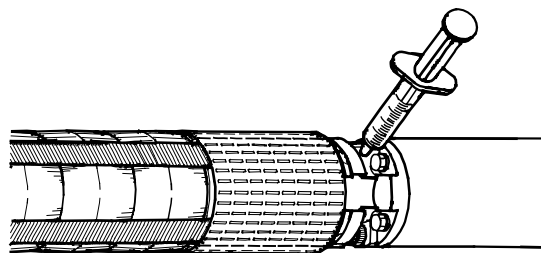

Fig. 7 Posição da válvula de enchimento
1. Retirar o filtro que tapa a válvula existente no topo do motor com a ajuda de uma chave de fendas. Se o filtro tiver fenda, desparafusar. A posição da válvula de enchimento é mostrada na fig. 7.
2. Pressionar a seringa contra a válvula e injetar o líquido, fig. 7. Se o cone da válvula for demasiado pressionado, pode ficar danificado causando fugas do líquido.